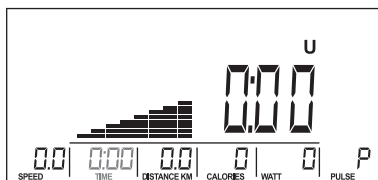

Fig. 23
3. Use la perilla para establecer el valor de TIEMPO (Fig. 23).